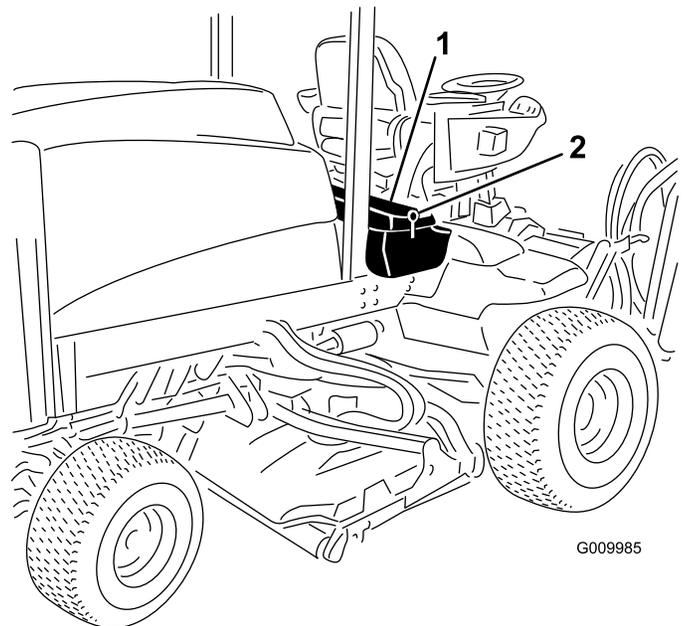

Bild 36
1. Entriegeln und heben Sie die Abdeckung der Bedieneinheit hoch (Bild 36).